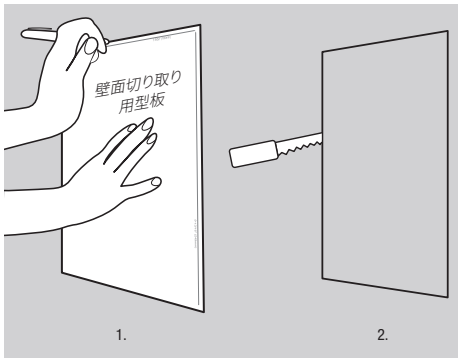

図5
1. 付属の壁面切り取り用型板を使用して、スピーカーの設置位置をマークします。のこぎりを使って、適切なサイズにカットします(図5参照)。